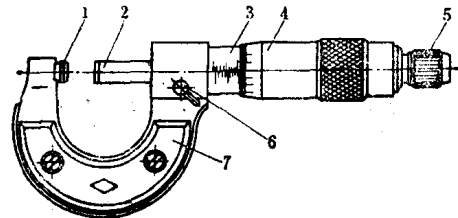

图1-40 外径千分尺
1) 外径千分尺 见图1-40所示, 它有多种规格, 主要用于测量外圆、孔距及校正某些量具尺寸。